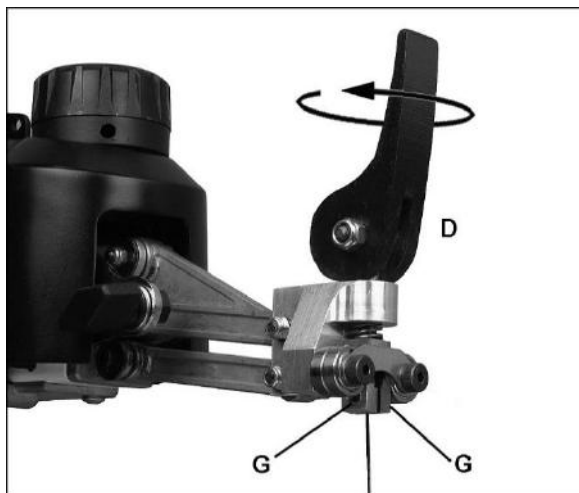

Fig 16
-La tension de la lame peut être augmentée en tournant la poignée (D, Fig 16) d'un tour dans le sens horaire.
Contrôlez tout d'abord que les vis régulatrices (G, Fig 16) sont saillies de manière régulière dans la zone de blocage. Réglez si nécessaire.